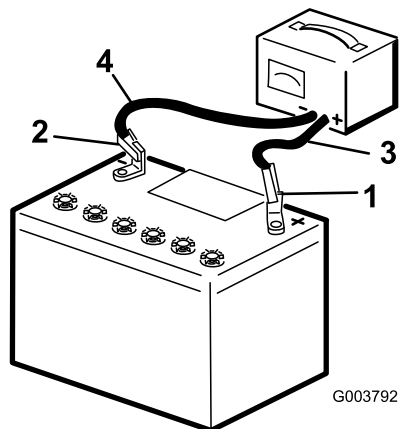

Figure 34
3. Chargez la batterie pendant 10 à 15 minutes entre 25 et 30 A, ou pendant 30 minutes entre 4 et 6 A (Figure 34). Ne chargez pas la batterie excessivement.
4. Quand la batterie est chargée au maximum, débranchez le chargeur de la prise, puis débranchez les fils du chargeur des bornes de la batterie (Figure 34).